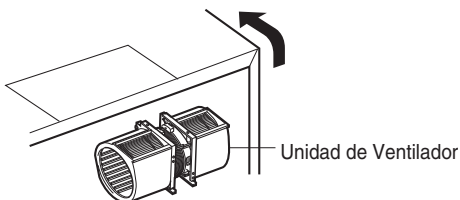

Ilustración 23
4. Girar la unidad del ventilador 90° para que los puertos de extracción queden en del frente del armario. Consultar Ilustración 23.